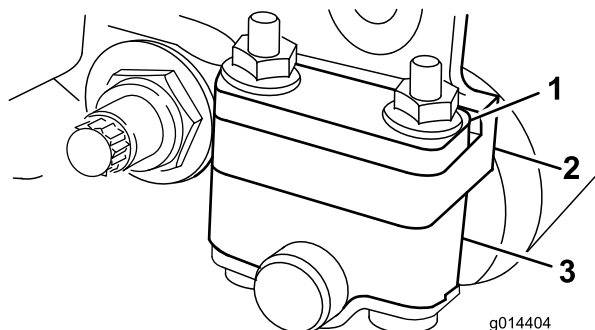
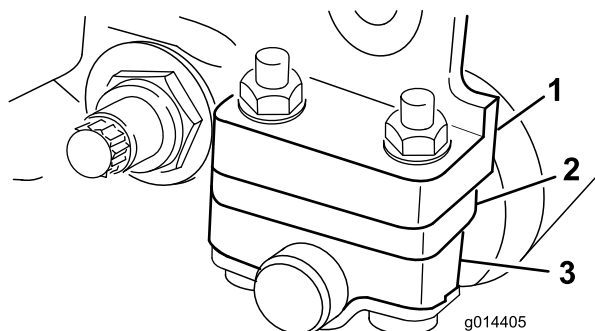

図 12
図 13
1. 使用する刈高範囲に合わせて後ローラブラケット 図 12 または 図 13 の取り付け位置を上位置または下位置に変更する。
刈高 1.6 - 6.4 mm の場合 スペーサをサイドプレート取り付けフランジの上にセット出荷時の設定する (図 12)。
刈高範囲が 3 - 25.4 mm の場合 スペーサを取り付けフランジの下にセットする (図 13)。